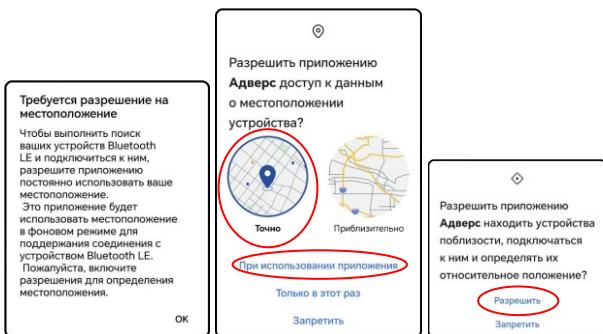

Рис. 1. Разрешение на доступ к данным о местоположении устройства
4. При запуске приложения подтвердите разрешение на доступ к данным о местоположении устройства (картинка может отличаться в зависимости от типа телефона) (Рис. 1).